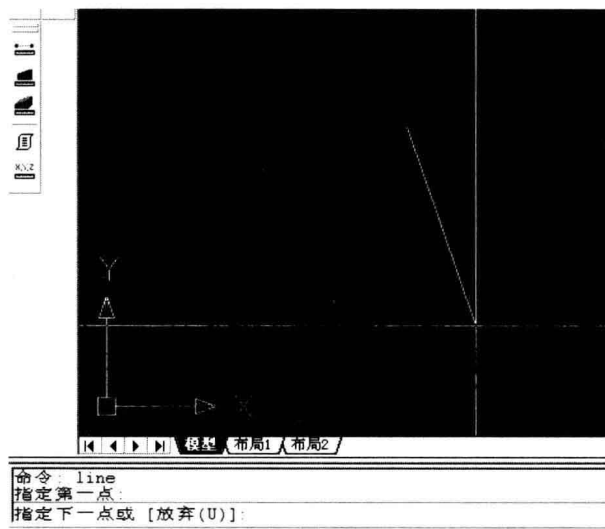

图 6-18
2. 按下回车键后，屏幕上的命令行会出现“指定第一点”的提示，你可以使用鼠标左键在屏幕上任意处点击一下，确定的这一点是我们要绘制的正方形的第一个顶点，点完后将鼠标稍微移开一点。图 6-18 是稍微往下移动了一些。